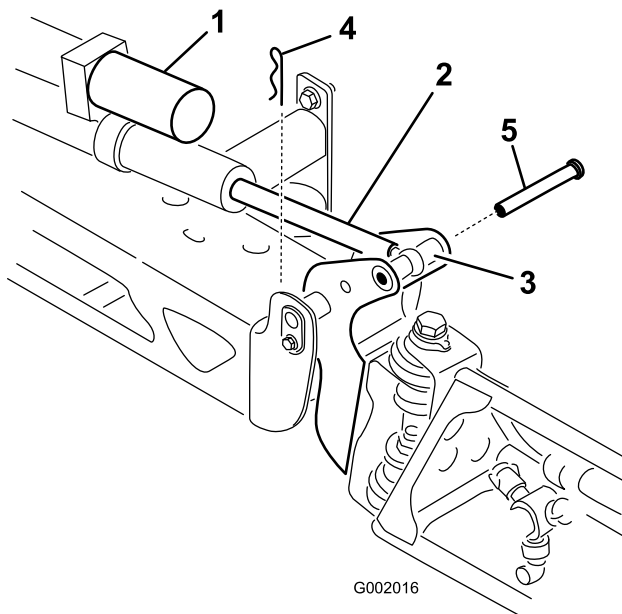

Bild 45
2. Nehmen Sie den Splint vom Lagerbolzen ab (Bild 45).
6. Heben Sie den Ausleger an, um das Scharnier mit der Aktuatorstange auszurichten. Halten Sie den Ausleger fest und stecken Sie den Stift durch das Scharnier des Auslegers und die Aktuatorstange (Bild 45).
3. Heben Sie den Ausleger an und nehmen Sie den Stift ab (Bild 45). Senken Sie den Ausleger langsam auf den Boden ab.